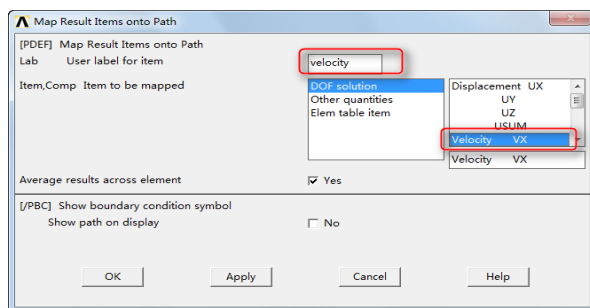

图 5-72 “Map Result Items onto Path”对话框
⑦依次选择 Main Menu→General PostProc→Path Operation→Map onto Path，会弹出“Map Result Items onto Path”对话框，如图 5-72 所示。在“Lab User label for item”后输入“velocity”，在列表中选择“DOF Solution→Velocity VX”，单击“OK”按钮关闭对话框。